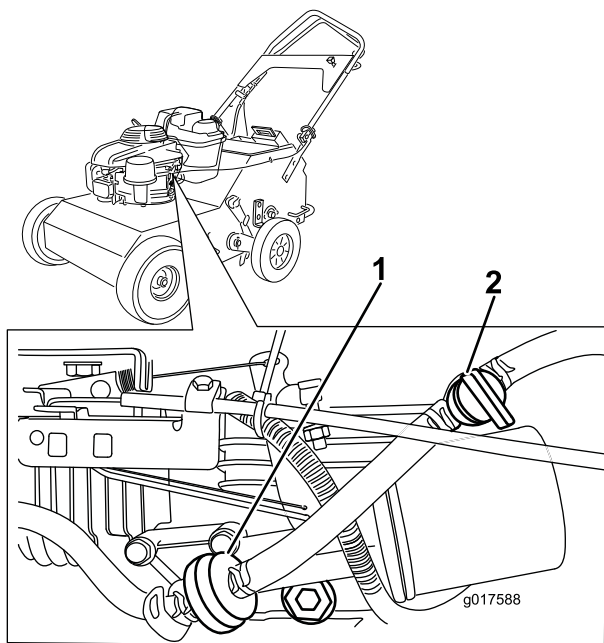

Figure 9
- Ouvrez le robinet d'arrivée de carburant en l'alignant sur le flexible d'alimentation (Figure 9).
- Avancez complètement la commande d'accélérateur à la position STARTER (Figure 9).